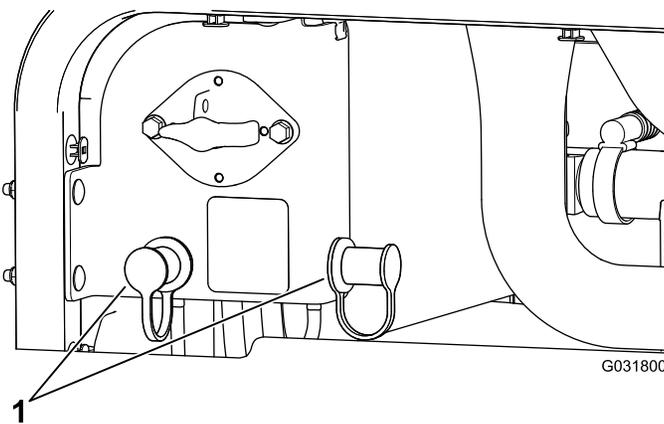

Рисунок 107
3. Снимите крышки со штырей запуска от внешнего источника (Рисунок 107).
- Снимите крышки со штырей запуска от внешнего источника (Рисунок 107).